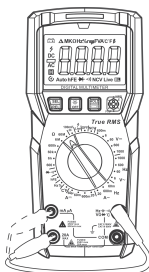

Рис. 6. Проверка предохранителей
*С помощью функции измерения $6 \text{ M}\Omega$ можно проверить внутренние предохранители 630 mA и 20 A , см. рис. 6. Вставьте красный измерительный провод поочередно в гнезда mA , μA и 20A для измерения сопротивления. Если оба предохранителя перегорели, на экране появится символ «OL».